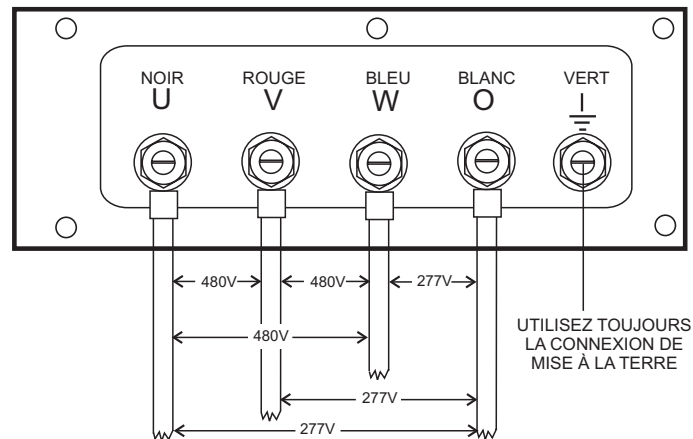

Figure 26. Attaches de la Borne de Sortie Connexions 3Ø-480/277V
2. Connectez les câbles de charge aux **attaches de la borne de sortie** comme l'illustre la Figure 26.